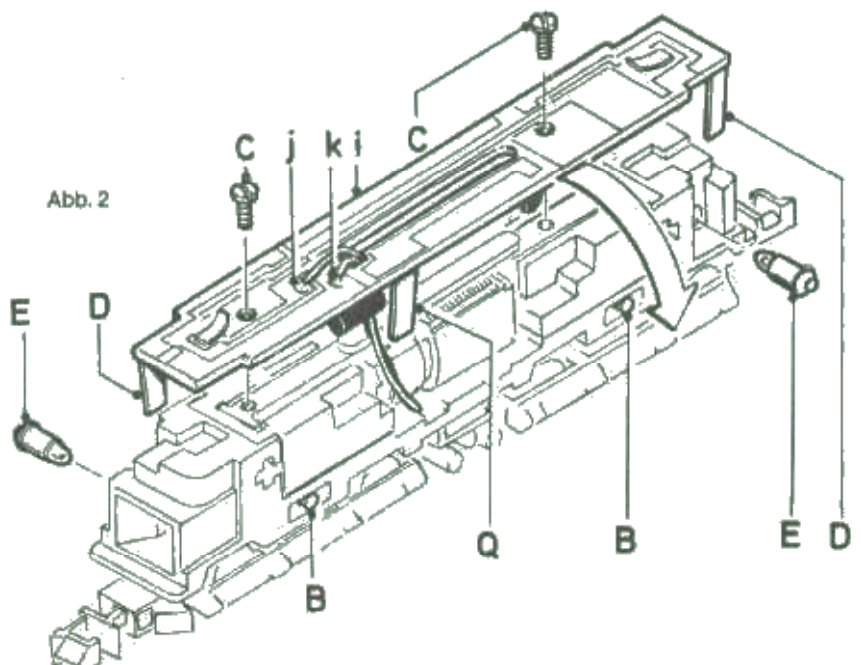
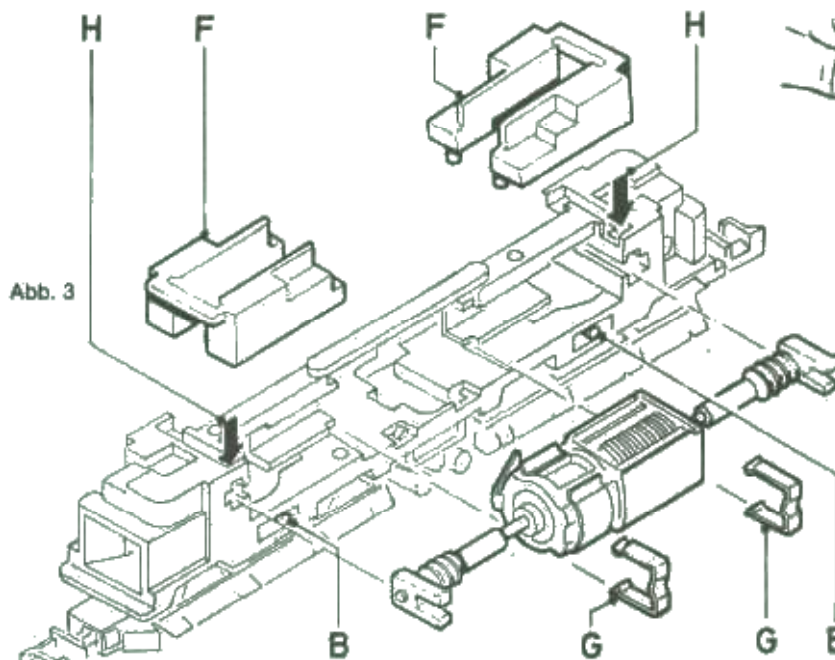

Abb. 2
Abb. 3
auf Unterseite mit orangefarbigem Schriftzug „e-m-s“ gekennzeichnet, für unabhängigen Mehrzugbetrieb auf einem Gleis, nur für Betrieb mit TRIX e-m-s-Steuergerät geeignet! Lämpchen sind Teil der Elektronik und brennen deshalb beide gleichzeitig, das hintere im allgemeinen schwächer. Ausfall eines Lämpchens kann gegebenenfalls Beeinträchtigungen des Fahrverhaltens mit sich bringen. Bei Loks mit TRIX e-m-s-Elektronik entfallen die Ballastgewichte F (Abb. 3). Umrüstung auf e-m-s-Betrieb entsprechend Anleitung zum TRIX-e-m-s-Baustein. Lötstellen bei j und k (Abb. 2).
### Lämpchenwechsel (Abb. 2)
### Motor austauschen (Abb. 3)
**Austausch der Drehgestelle (Abb. 2 und 3)**